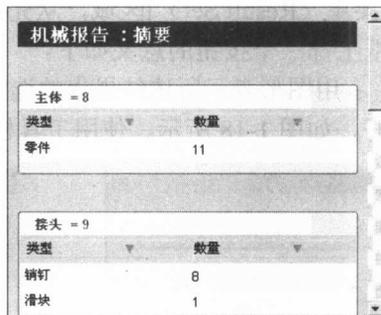

图 1-20 “机械报告：摘要”信息
① **摘要 (Summary)** 点选此命令，浏览器窗口就会显示如图 1-20 所示的“机械报告：摘要 (Mechanism Report: Summary)”信息。其中包括机构图元的信息和模型中所出现的项目数，例如主体、接头、凸轮以及伺服电动机、分析、测量等项目。